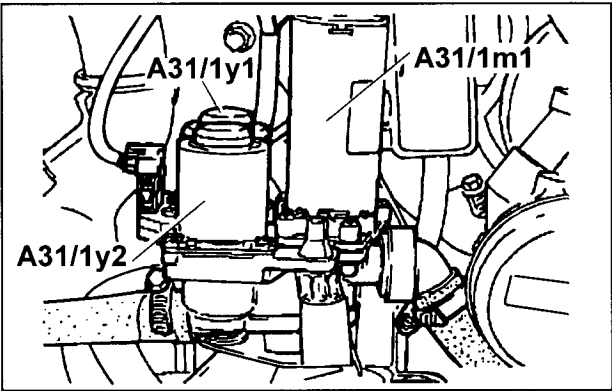

图 9-1-6 后加热器单元(A31/1)
15. 加热器供给单元(A31/1)位于右前翼子板的侧护板后部(见图 9-1-6),其结构、功能与前加热器系统供给单元一致。